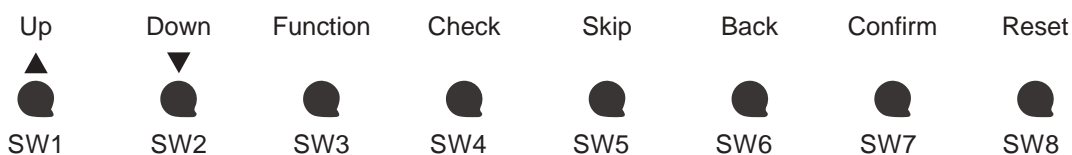

Рис. 8.14.
8.5.1. На главной плате AP1 наружного блока находится 8 функциональных кнопок (рис. 8.14.)